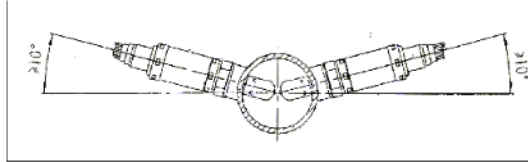

图3-16 氧传感器的安装方案
(2) 推荐的安装方案及要求
- 氧传感器应当安装成跟水平面的夹角大于等于10 度(电子接插件朝上)，这样能防止冷凝水在传感器外壳与传感器陶瓷之间的积聚见图3-16。